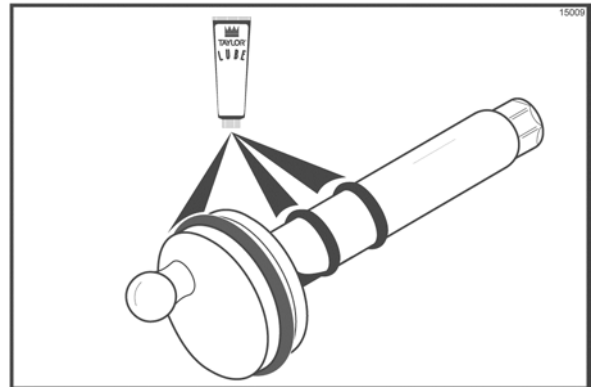

Abb. 12
13. Den großen schwarzen Runddichtring und die beiden kleineren schwarzen Runddichtringe in die Rillen auf der Antriebswelle streifen. Anschließend die Antriebswelle und alle Runddichtringe sorgfältig schmieren: Das sechskantige Ende der Welle allerdings NICHT SCHMIEREN! (siehe Abb. 12.)